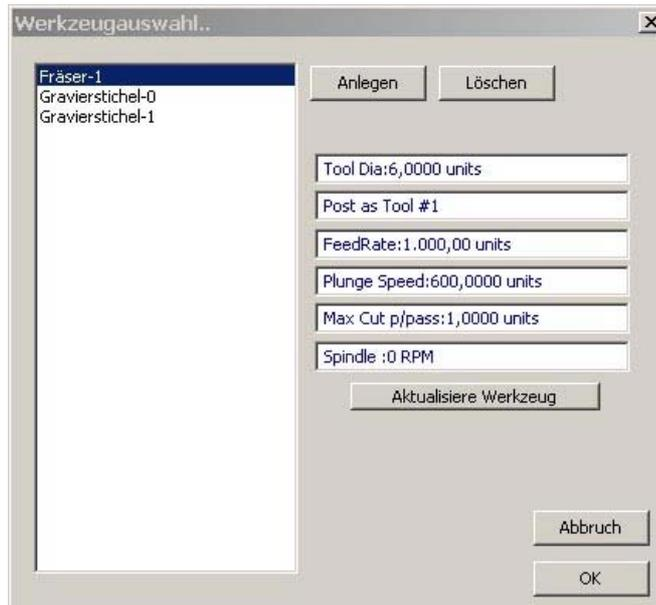

Abb. 1.18: PopUP für Werkzeugeinstellungen
- ◆ **Schaltfläche "Werkz.":** Wenn Sie diese Schaltfläche anklicken, öffnet sich ein PopUp-Fenster, in welchem sie bereits bestehende Werkzeuge auswählen und für den eingestellten Layer übernehmen oder auch neue Werkzeuge definieren können (Abb. 1.18). Sie